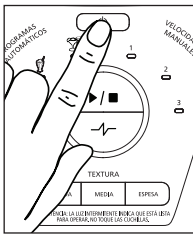

Fig. 19
1. Presione el botón de encendido/apagado para encender la licuadora (Fig. 19). La luz de encendido parpadeará, lo que significa que la licuadora está activada y lista para usar.
7. Presione el botón de encendido/apagado para apagar la licuadora (Fig. 19).